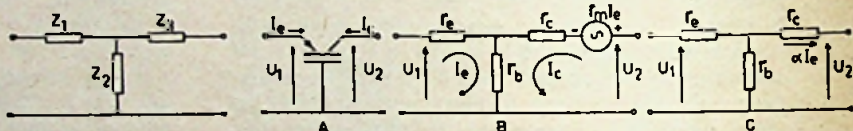

Fig. 3
vangings-schema tekenen als in fig. 3 is gegeven, waarbij de versterkende eigenschap van de transistor is uitgedrukt in een generatortje in de collector-keten.
De schakeling van fig. 3 is de basis-schakeling (A) met in (B) het vervangings-schema met spanningsgenerator en in (C) het vervangings-schema met een stroomgenerator.